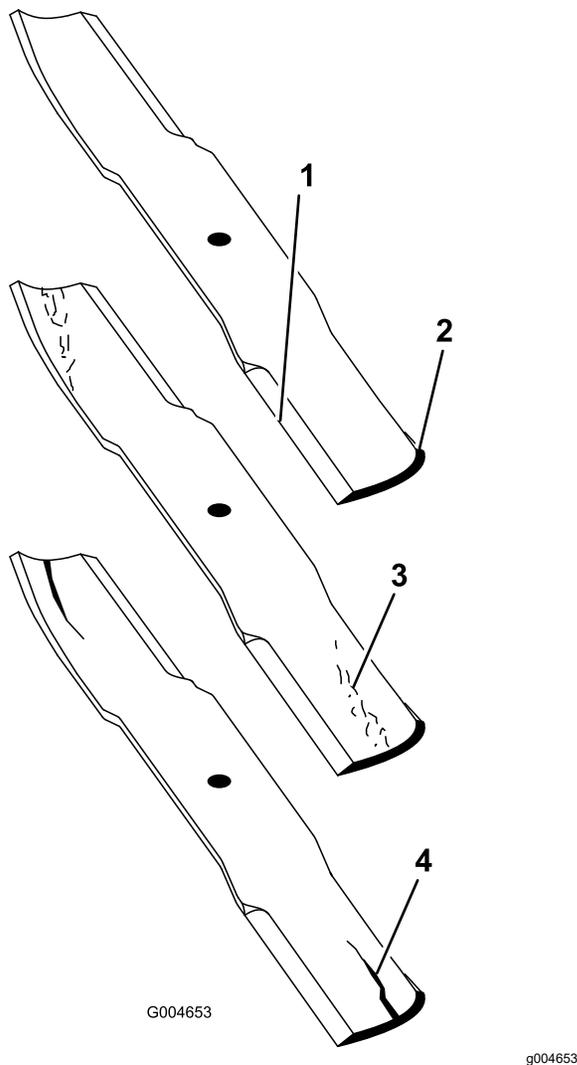

Figure 26
3. Examinez attentivement les tranchants de la lame, particulièrement au point de rencontre de la partie plane et de l'ailette (Figure 26).
pourquoi il est important de contrôler l'état de la lame avant d'utiliser la tondeuse. Remplacez la lame si elle semble usée (Figure 26).